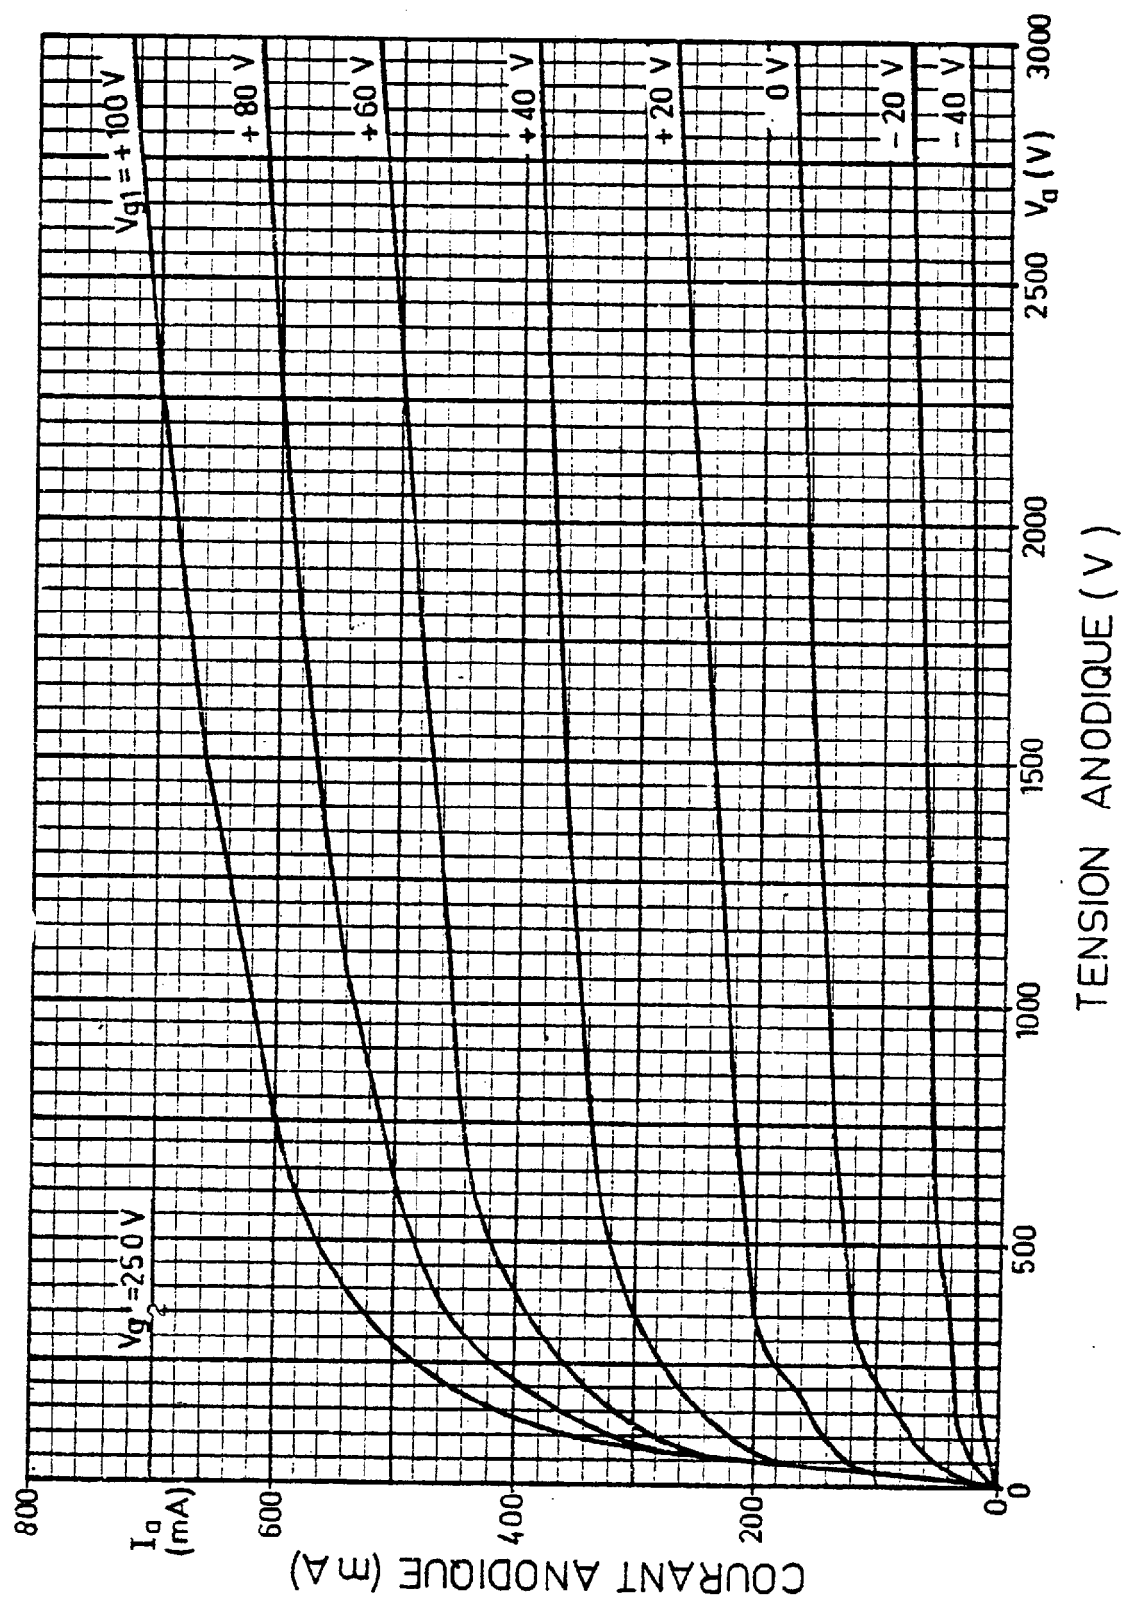

figure 1
- 1) Fig. 1 et 2 : courant d'anode en fonction de la tension d'anode pour des valeurs données des tensions de grille de contrôle et de grille écran.